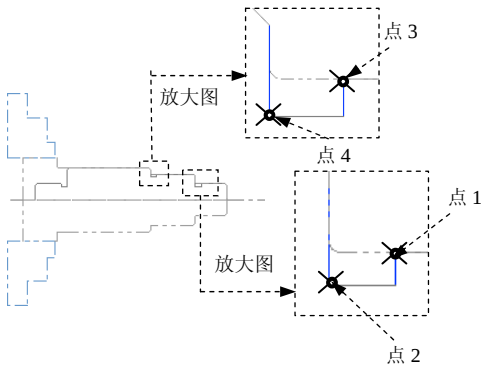

图 18.8 定义加工轮廓
Step2. 定义加工轮廓。在“Grooving Options”对话框中选中 **两点** 单选项，然后单击 **✓** 按钮。在图形区中依次选取图 18.8 所示的点 1、点 2、点 3 与点 4，然后按 Enter 键，系统弹出“车床-径向粗车 属性”对话框。